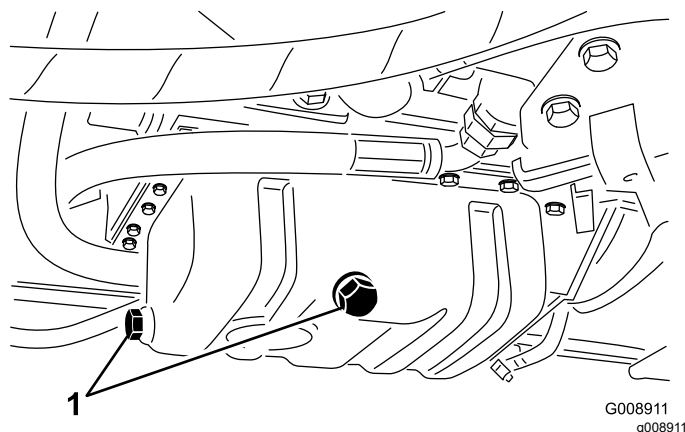

Bild 61
1. Entfernen Sie die Ablassschraube (Bild 61) und lassen Sie das Öl in die Auffangwanne ab.